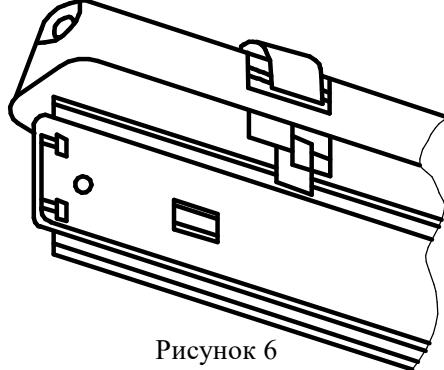

Рисунок 6
**6.4 Подвесьте панель в сборе в корпусе в сборе за боковые отверстия(3,5x10мм.) в панели (см.рис.6).**